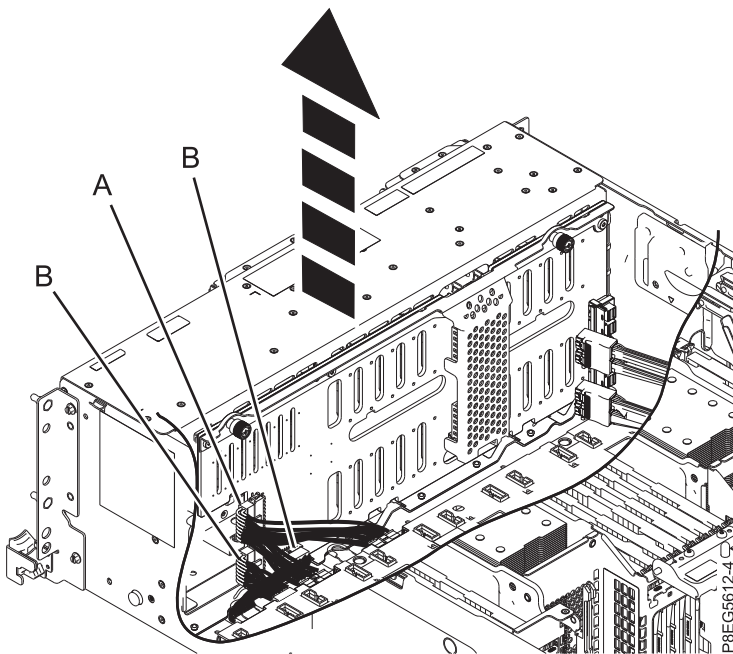

Figure 15. Déconnexion du cordon d'alimentation, du cordon d'interface et du câble du panneau de commande du fond de panier d'unité de disque
5. Étiquetez et déconnectez le cordon d'alimentation en Y (**A**), ainsi que le cordon d'interface et le câble du panneau de commande (**B**) du fond de panier d'unité de disque, comme indiqué dans la figure 15.